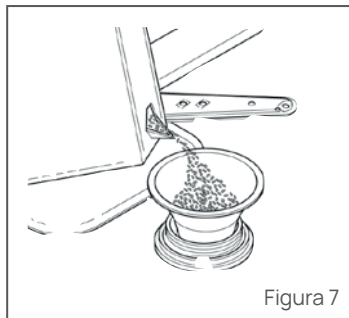

Figura 7
- Utilizando el embudo provisto para ello, llénelo con sal específica para lavavajillas, durante esta operación saldrá un poco de agua, aún así continúe echando sal hasta llenarlo (Figura 7).